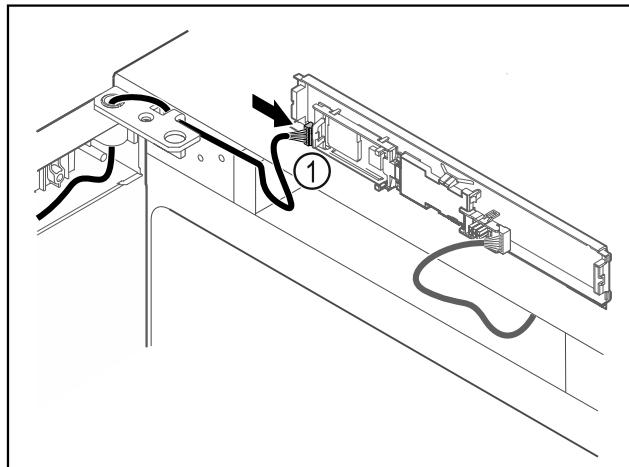

Fig. 60
- Включете щекера Fig. 60 (1) на платката.